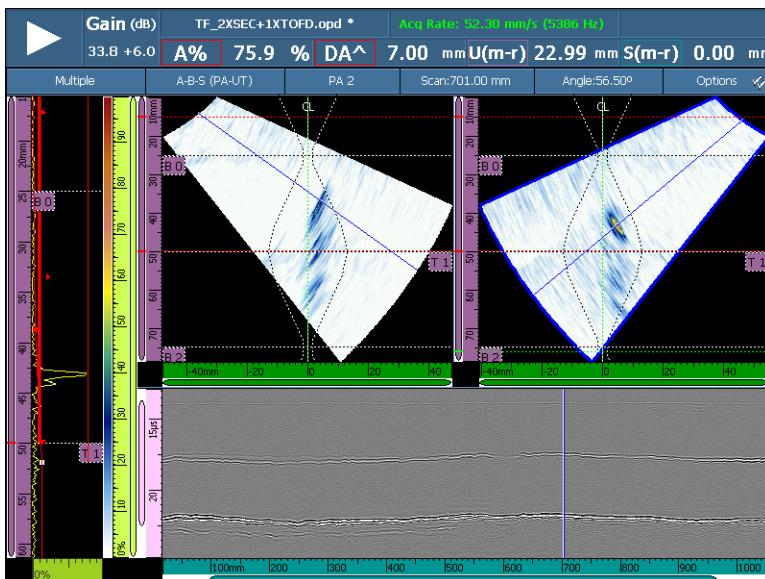

Рис. 6-2 Пример экранной схемы PA-UT Weld (A-B-S)
- (1) При необходимости, введите соответствующие номера элементов в параметры **Генератор** и **Приемник**.
- (2) Нажмите **Далее.**
8. Выберите соответствующую экранную схему в разделе **Схемы строки заголовка** (см. Рис. 6-2 на стр. 163).